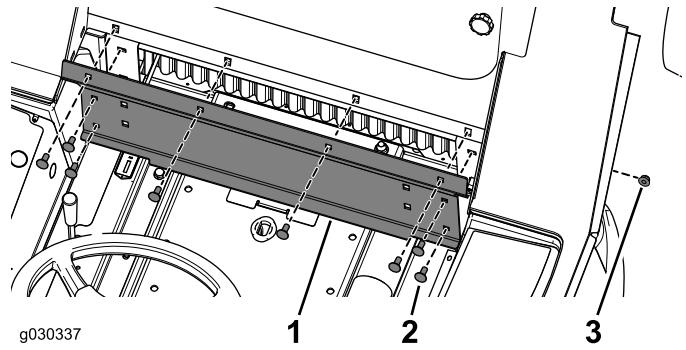

Figura 28
1. Sujete provisionalmente el panel trasero a la cabina con 8 pernos de cuello cuadrado ($5/16" \times 3/4"$) y 8 contratuercas (Figura 28).